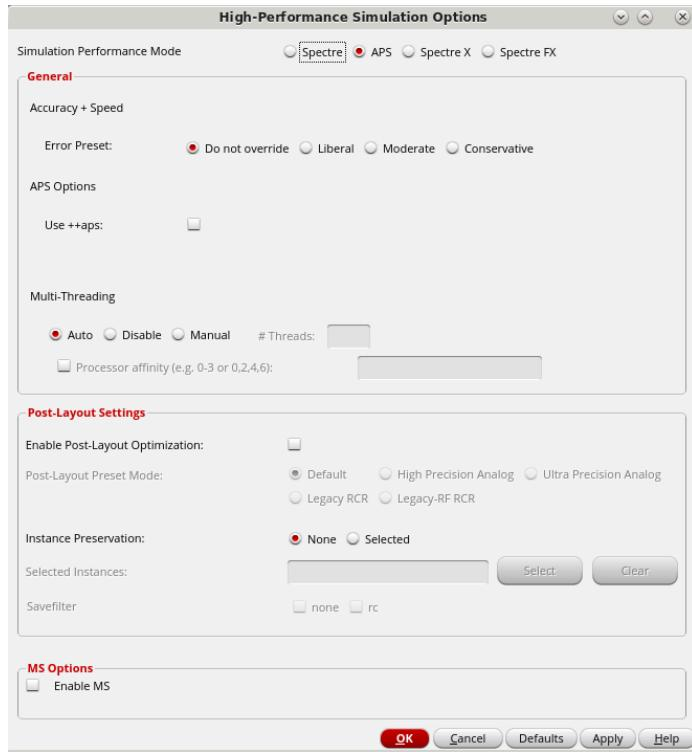

图 105 APS 设置
3. 如果 Simulation Performance Mode 属性栏中没有 Spectre X 选项，可以转而使用 APS。在 Simulation Performance Mode 属性栏选择 APS，其余选项保持默认，如图 105 所示。点击 OK 按钮即可。